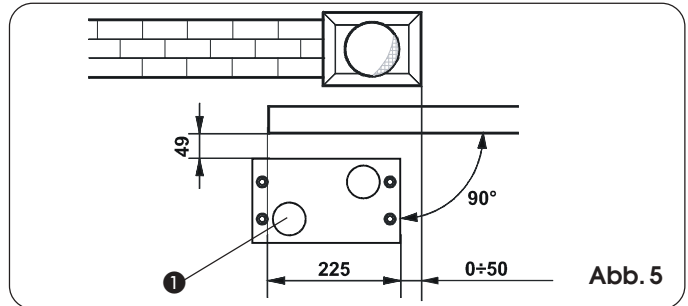
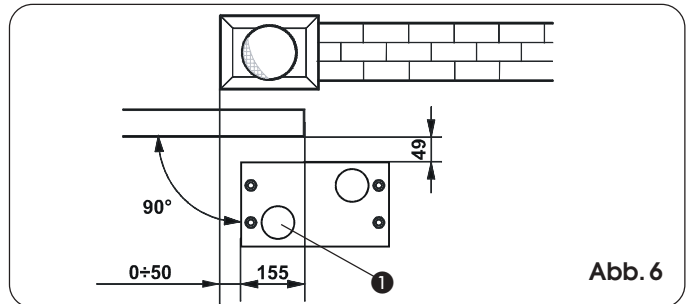

Abb. 5
Abb. 6
- 2) Die Grundplatte muß gemäß Abb. 5 (Schließung rechts) oder Abb. 6 (Schließung links) positioniert werden, um ein korrektes Eingreifen zwischen Ritzel und Zahnstange zu gewährleisten.